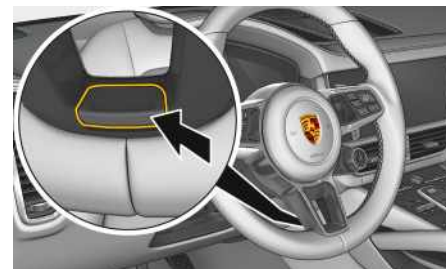

図 76：ステアリングホイール ヒーターボタン
- ▶ メッセージがインストルメントクラスターに簡潔に現われるまで、（図 76）中央のステアリングホイールボタンを押します。